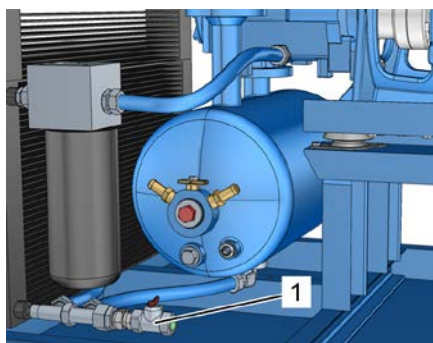

Рис. 37: Отверстие для слива охлаждающей жидкости
5. Осторожно откройте отверстие для слива охлаждающей жидкости (Рис. 37/1) и проверьте вытекающую жидкость.
7. Закройте отверстие для слива охлаждающей жидкости (Рис. 37/1) ☞ Приложение В «Моменты затяжки винтов» на странице 126.